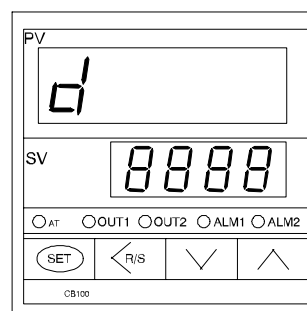

Fig. 8
6. Ändra display 1 med SET-knappen så att inställningen derivering över tid (D) visas enligt Fig. 8.